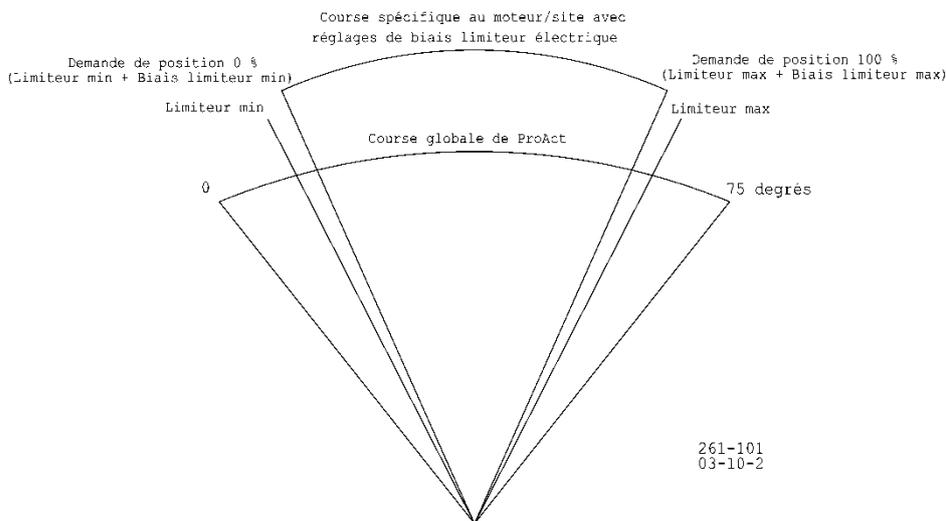

Figure 9-5. Réglages de limite électrique en fonction des limiteurs mécaniques min et max
14. Éventuellement, réglez le décalage (biais) désiré sur chaque limiteur. Les paramètres Biais limiteur min et Biais limiteur max sont disponibles dans Réglages du matériel pour simplement fournir un limiteur électrique dans les limites des paramètres de limite utilisateur étalonnés. Ce décalage est exprimé en degrés de course et peut être réglé en permanence. Reportez-vous à la Figure 9-5 et au mode Service : Réglages de matériel plus loin dans ce chapitre.